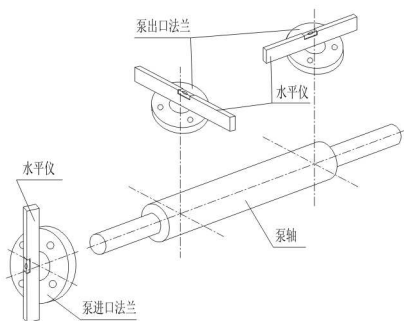

图 5
3.5.5 用气泡水准仪检查泵轴线方向和垂直于轴线方向的法兰的水平（见图5），这些法兰必须是垂直或平行于水平方向。最大允许的变化量为0.5-1mm。